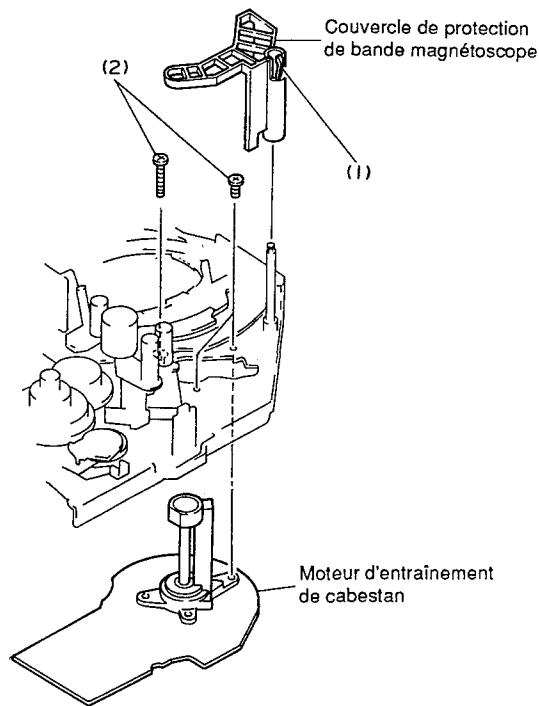

Fig. 2-4
2-4 Couvercle de protection de bande magnétique, moteur d'entraînement de cabestan (Fig. 2-4, 2-5)
- 1) Libérer le segment de fixation (1) et dégager le couvercle de protection de bande magnétique du châssis (Voir la figure 2-4)
- 2) Retirer les trois vis de fixation (2) qui immobilisent le moteur d'entraînement de cabestan. (Voir la figure 2-4)
2-14 Bras de tension et bande de tension (Fig. 2-4)